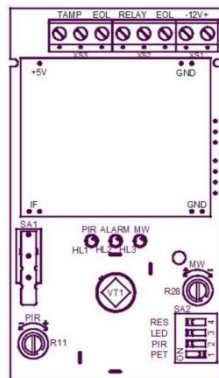

Рис. 2. Внешний вид платы извещателя
На плате обозначены (см. рисунок 2):
- подключить провода к клеммам подключения в соответствии с их назначением (см. рисунок 2);
- осмотреть плату извещателя. Переключатель SA2.3 (LED) должен быть установлен в положении «ON» (см. рисунок 2). Заводская установка – положение «ON»;
Для регулировки дальности обнаружения извещателя по ИК-каналу используется потенциометр R11 (PIR) (см. рисунок 2).
Срабатывание ИК-канала контролируется по загоранию зеленым цветом светодиода HL1 (см. рисунок 2) при движении в зоне обнаружения.
Для регулировки дальности обнаружения извещателя по МВ-каналу используется потенциометр R28 (MW) (см. рисунок 2).
Срабатывание МВ-канала контролируется по загоранию желтым цветом светодиода HL3 (см. рисунок 2) при движении нарушителя в зоне обнаружения.